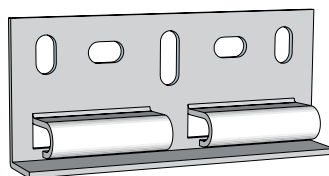
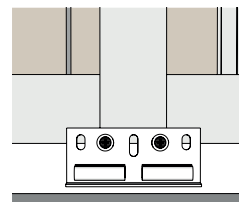

Рисунок 82
Рисунок 83
16.1 Стартовые элементы для панелей ЯФАСАД используются двух видов. Первый (рис. 82): монтируются с замком «Антисмерч» и устанавливаются по шагу обрешетки (рис. 83).